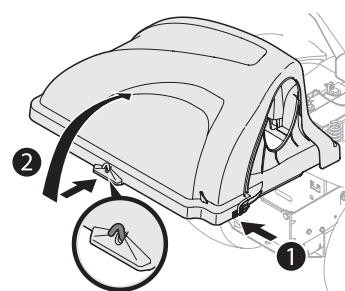

Figure 17
8. Ouvrez le couvercle du bac récupérateur en pressant sur la languette arrière droite avec votre main droite (1) et en soulevant le couvercle à partir du milieu avec votre main gauche (2) comme indiqué dans la Figure 17.